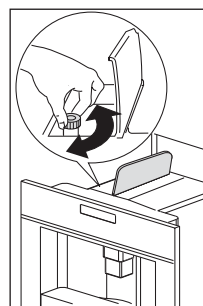

Fig. 21
- Si plus d'une mesure de café prémoulu est utilisée et que la trémie est obstruée, pousser le café vers le bas à l'aide d'un couteau (Fig. 21). Puis retirer et nettoyer le groupe infuseur et la machine tel qu'il est décrit dans la section « Nettoyage du groupe infuseur ».